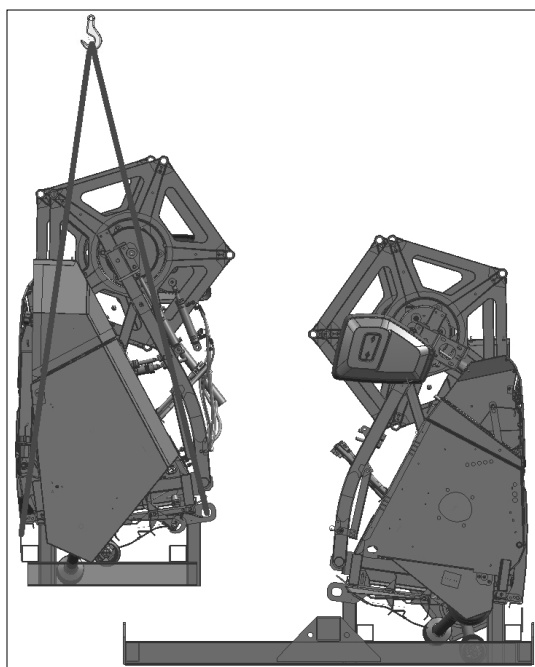

Рисунок 8.16
2) установить жатку в общую подставку (рисунок 8.16);